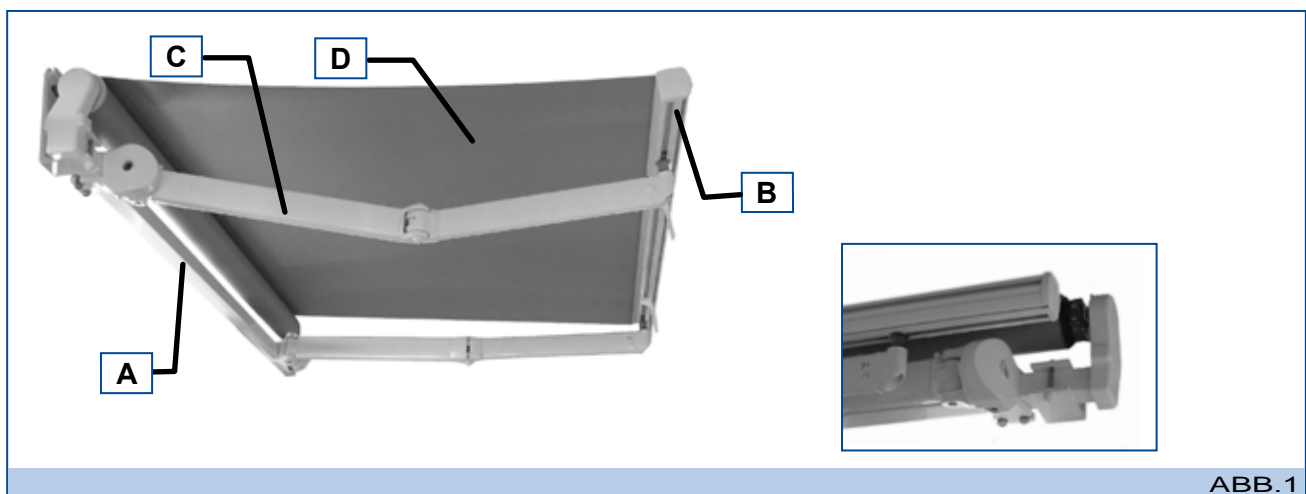

ABB. 1
- **Metallstruktur:** Die Metallstruktur ist der Tragrahmen und in seinem Innern befinden sich die verschiedenen Antriebe zum Ein- und Ausfahren der Markise. Die Metallstruktur setzt sich aus einem Tragrohr (A – Abb. 1), einer Fallstange (B – Abb. 1), Gelenkarmen+ (C – Abb. 1), die mit ummantelten Band oder einer Edelstahlkette ausgerüstet sind und einer Tuchwelle.
- **Tuch (D – Abb. 1):** Hat eine Abdeck- und Schutzfunktion der Markise.
Die Markise wird mit Hilfe der Handkurbel (A – Abb. 1) und einem Getriebe (B – Abb. 1) ein- und ausgefahren.